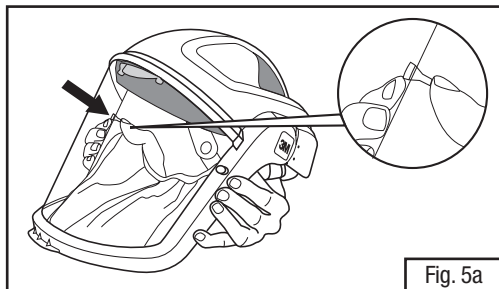
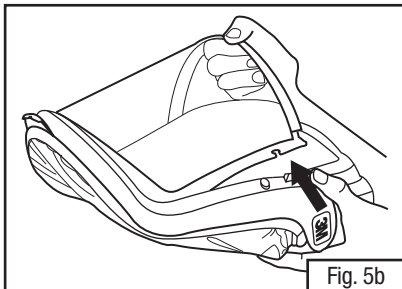

Fig. 5a
Fig. 5b
- Con la estructura del visor hacia abajo (M-100, M-200 y M-300), suelte los botones del marco del visor presionando los botones hacia afuera desde dentro de la estructura del visor, escuchará un “clic” (Fig. 5a). Mueva el marco del visor hacia arriba (abierto) y tire del visor para quitarlo del marco (Fig. 5b). Si utiliza el modelo M-400, es posible que sea más fácil que el marco de visor esté arriba (abierto) para soltar los botones y retirar el visor.
- Con el visor en la posición hacia arriba (abierto), instale un visor nuevo: introduzca el visor en la ranura del marco, alinee las ranuras en el visor con los botones del marco del visor. Asegúrese de que el visor esté totalmente asentado en la ranura (Fig. 5b).